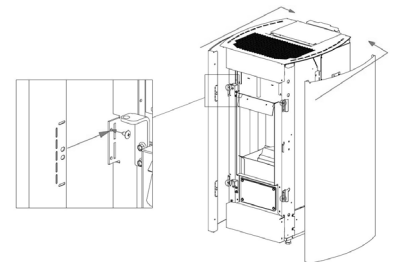
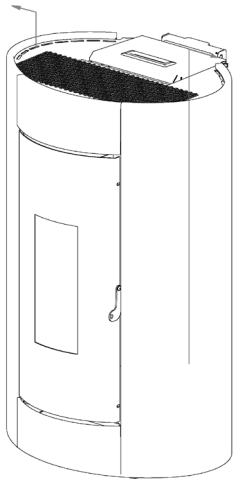

Fig. 57 - Entfernen der Seiten
Fig. 58 - Entfernen der Seiten
- Die 4 vorderen Schrauben heraus-schrauben und die Seiten entfernen (siehe **Fig. 57** und **Fig. 58**).